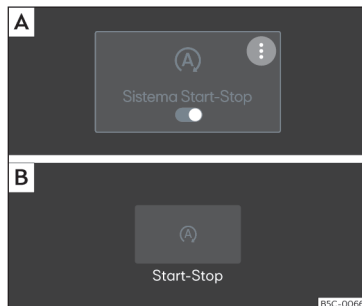

Fig. 136 Na pantalla do sistema de Infotainment: Sistema Start-Stop conectado. **A** Vista no menú principal. **B** Vista co sistema de Infotainment apagado.
Cando o símbolo (A) aparece en laranxa >>> **fig. 136** o sistema está activado e fará a parada e arranque. Cando o símbolo (A) aparece en branco o sistema está desconectado.